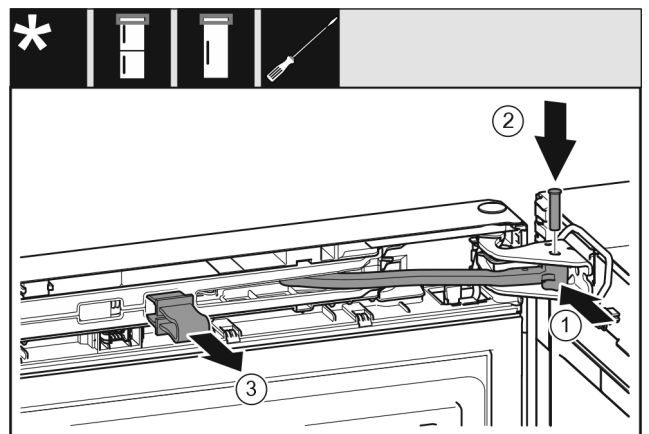

Fig. 43
- ▶ Ruotare il giunto Fig. 43 (1) nel blocco di supporto.
- ▶ Inserire il perno Fig. 43 (2) nel blocco di supporto e nel giunto. Assicurarsi che la camma di arresto sia posizionata correttamente nella scanalatura.
- ▶ Rimuovere il fusibile Fig. 43 (3).